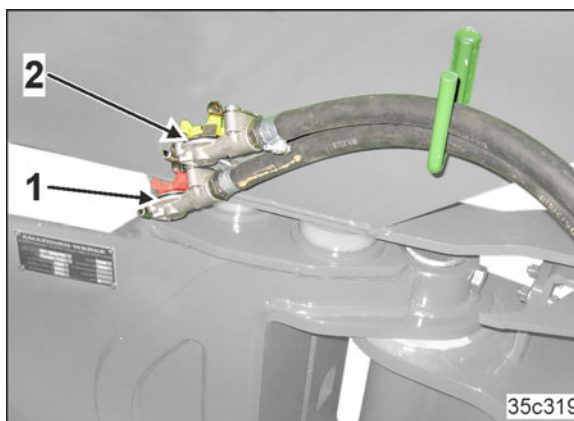

Fig. 32
- o conductă de alimentare (Fig. 32/1) cu cap de cuplare (roșu).
- o conductă de frână (Fig. 32/2) cu cap de cuplare (galben).